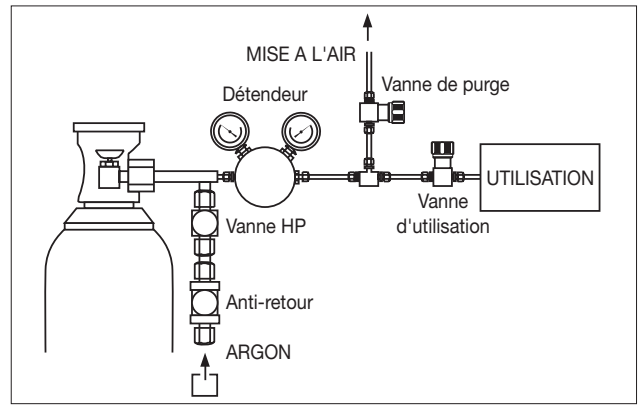

Figure 2
- Balayages préalables à l'argon. (fig. 2)